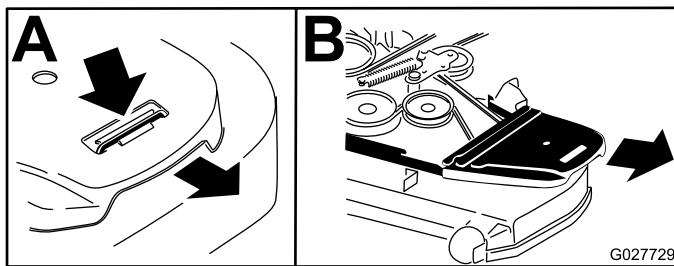

Figure 72
5. Déposez le couvercle de courroie en plastique (Figure 72).
6. Déposez les couvercles de courroie (Figure 72).